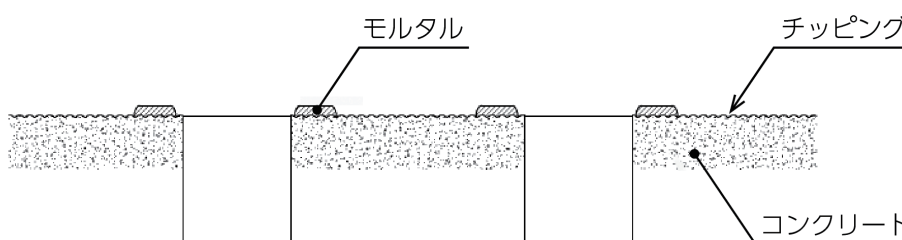

図 2.4-2 ライナ用モルタル
- (1) ポンプ床を清掃し、適度な湿り気を与えるために散水します。
- (2) 図 2.4-2 のように、チッピングしたコンクリート面にライナ設置用のモルタルを施工します。